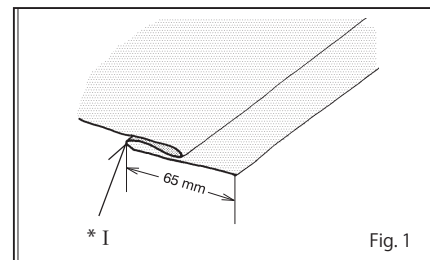

Fig. 1
1. Vänd upp fällen till det önskade djupet och tryck. Vik tillbaka fällen mot "rätt" sida av plagget och skapa ett "mjukt" veck på "fel" sida av tyget, se fig. 1.